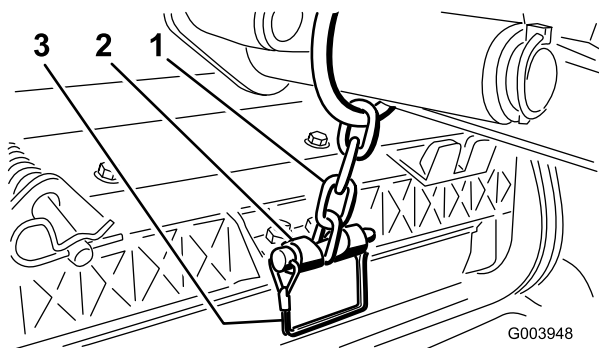

図 19
14. スナッパピンで、昇降アームのチェーンをチェーンブラケットに固定する 図 19。